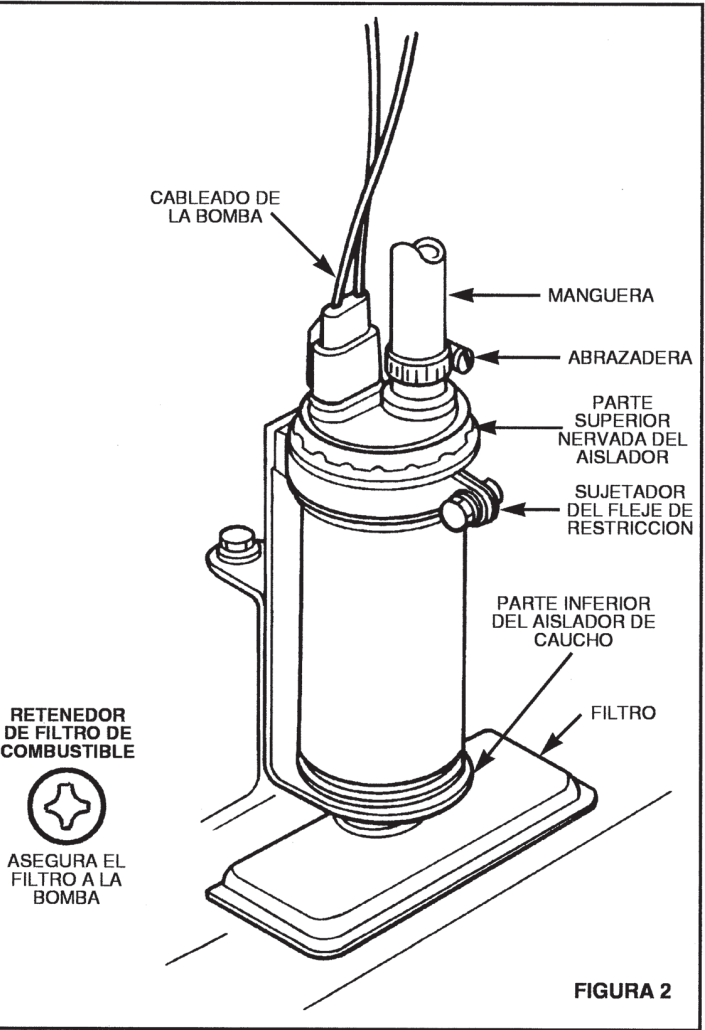

FIGURA 2
E) Afloje los sujetadores del fleje de restricción de la bomba y remueva la bomba de combustible. Quite los dos aisladores de caucho de la bomba de combustible. Guarde los sujetadores del fleje de y los dos aisladores de caucho restricción de la bomba. Deseche la bomba y el filtro. VEASE LA FIGURA 2.